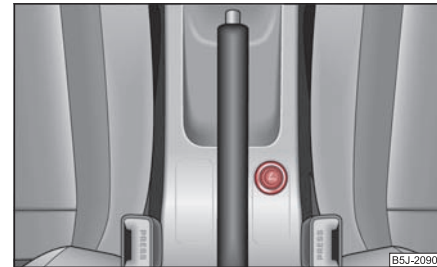

Abb. 104 Mittelkonsole:
- Drücken Sie den Anzünderknopf des Zigarettenanzünder hinein ⇒ Abb. 104.